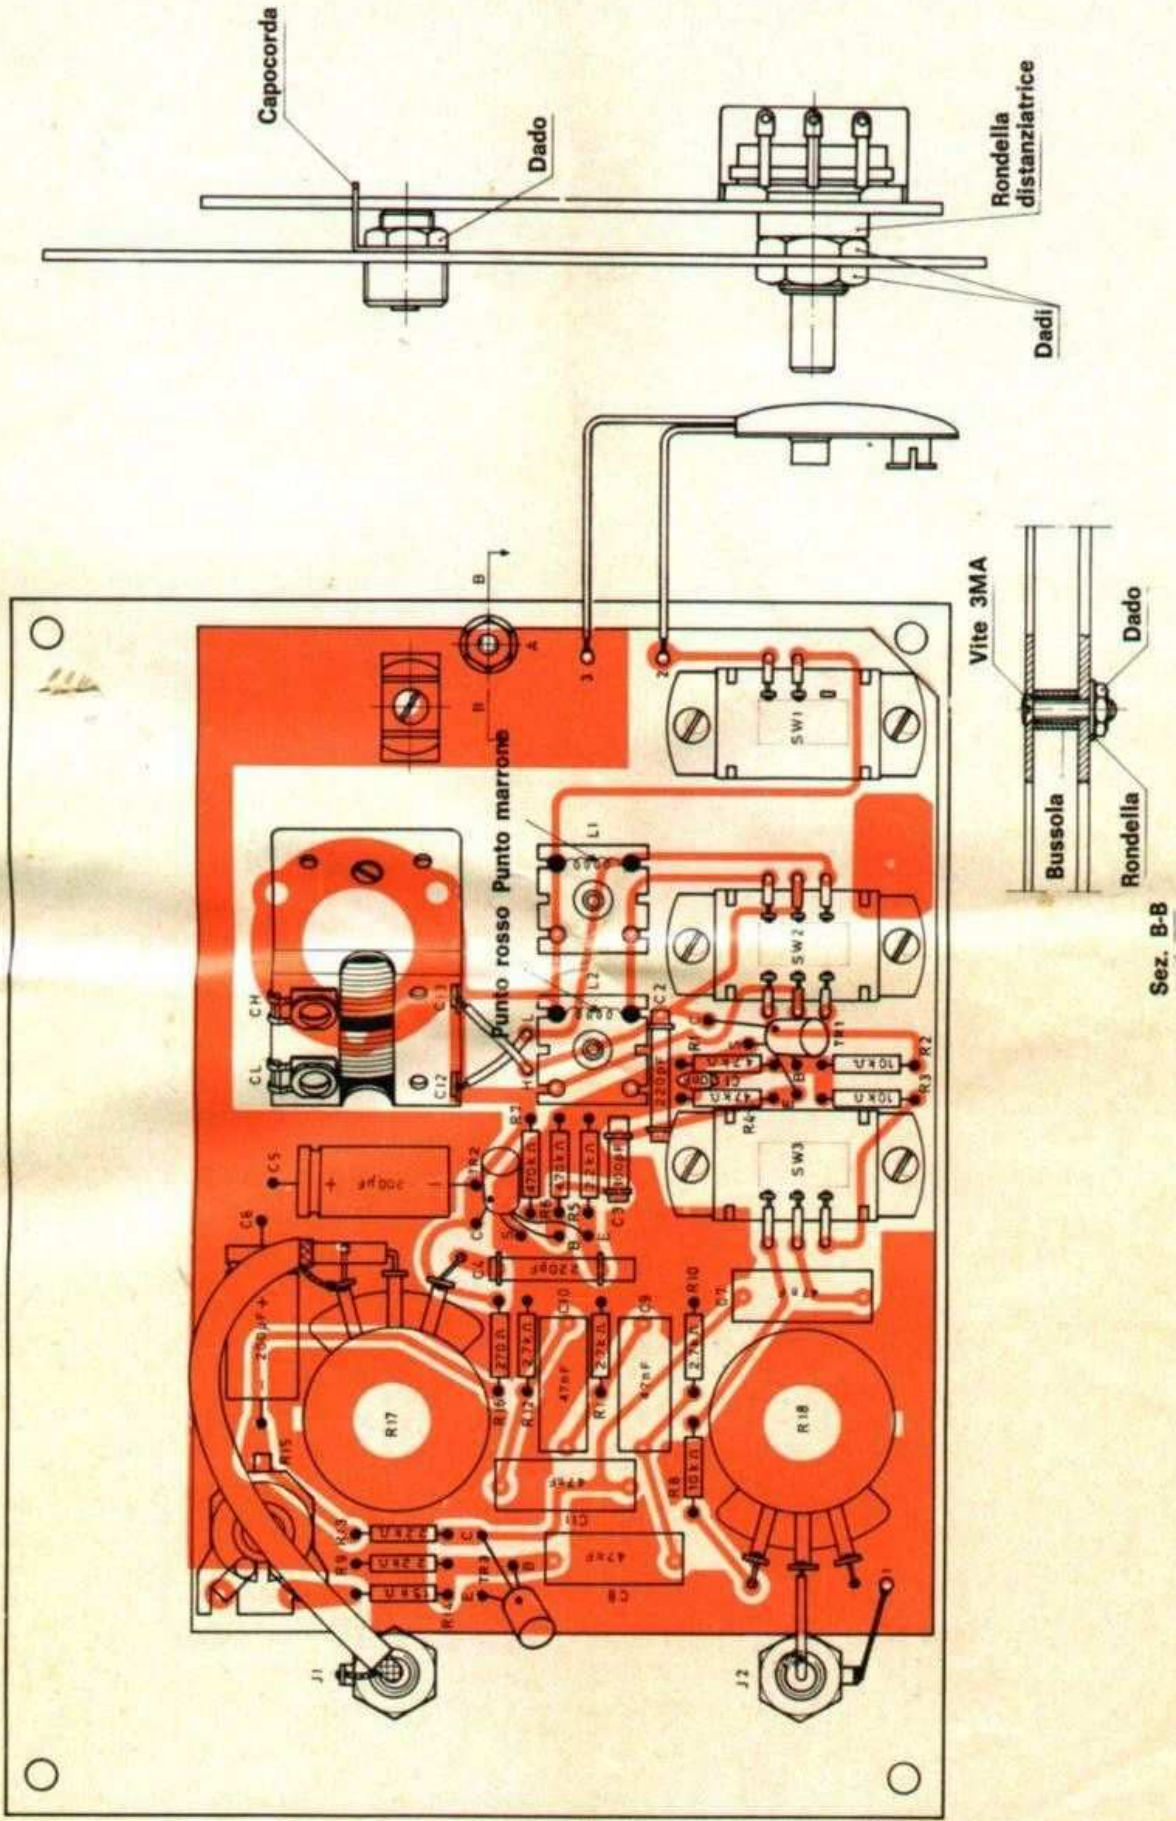

Fig. 4 - Assieme di montaggio dei componenti.
### I FASE - Montaggio dei componenti sul circuito stampato - Fig. 4
Per facilitare il montaggio la fig. 4 mette in evidenza dal lato bachelite la sistemazione di ogni componente.
- Montare il clips a molla - fig. 4 - orientandolo secondo il disegno e fissan-
## II FASE - PANNELLO FRONTALE Montaggio delle parti staccate - Fig. 4